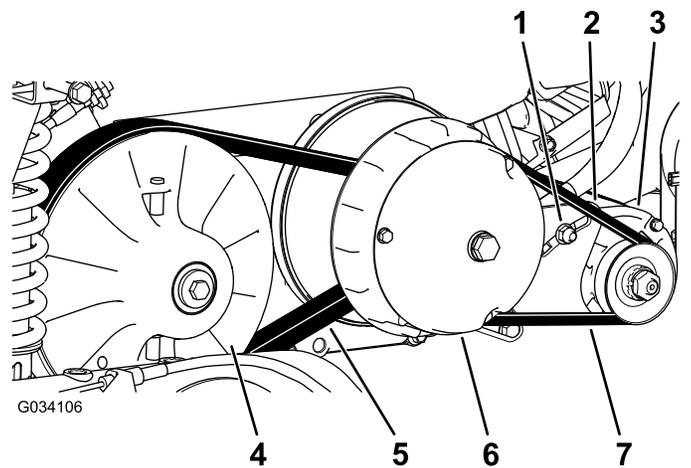

図 63
6. ベルト 図 63を手で回転させながら、磨耗や破損がないかを点検する。
3. 2次クラッチを回しながら2次クラッチ部分でベルトを外す(図 63)。
4. 1次クラッチからベルトを外す (図 63)。
5. 新しいベルトを一次クラッチに掛ける 図 63。
6. 2次クラッチを回しながら2次クラッチ部分でベルトを外す(図 63)。
2. スタータジェネレータのピボットナットをゆるめる 図 63。
4. バールを下に押ししてスタータを下げる。ベルトを $44 \text{ N}\cdot\text{m}4.5 \text{ kg}$ の力で押した時のたわみが 6 mm になるようにスタータの位置を調整する 図 63。
5. ピボットナットを手締めし、バールを取り外す 図 63。